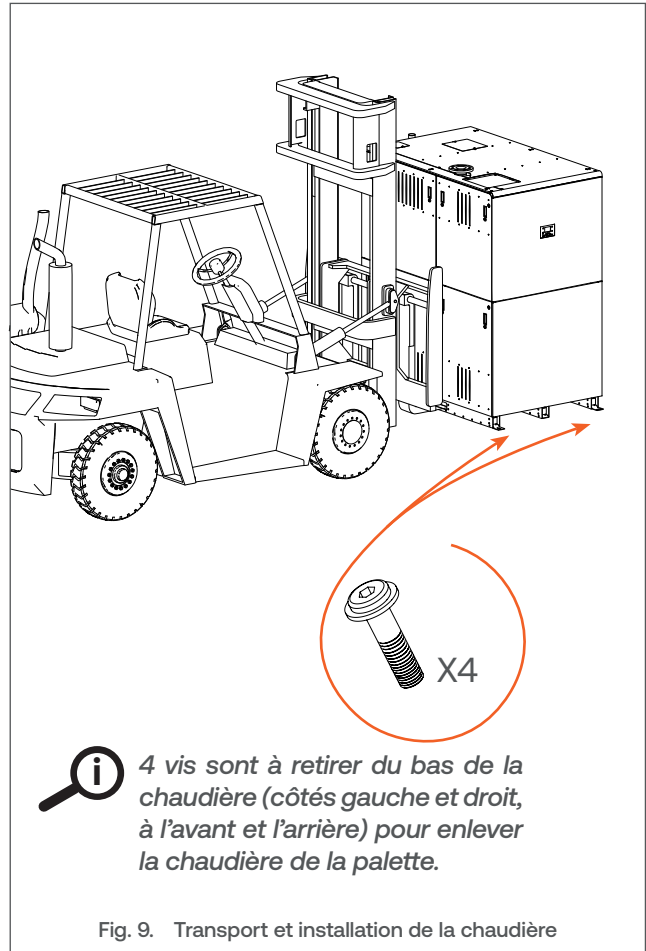

Fig. 9. Transport et installation de la chaudière
3. À l'aide d'une clé à tête six pans de taille 8, enlever quatre vis (voir la **Fig. 9**) fixant le bas de la chaudière à la palette.
Glisser les bras du transpalette dans les orifices de transport gauches ou droits situés au bas de l'appareil (Voir la **Fig. 9**).